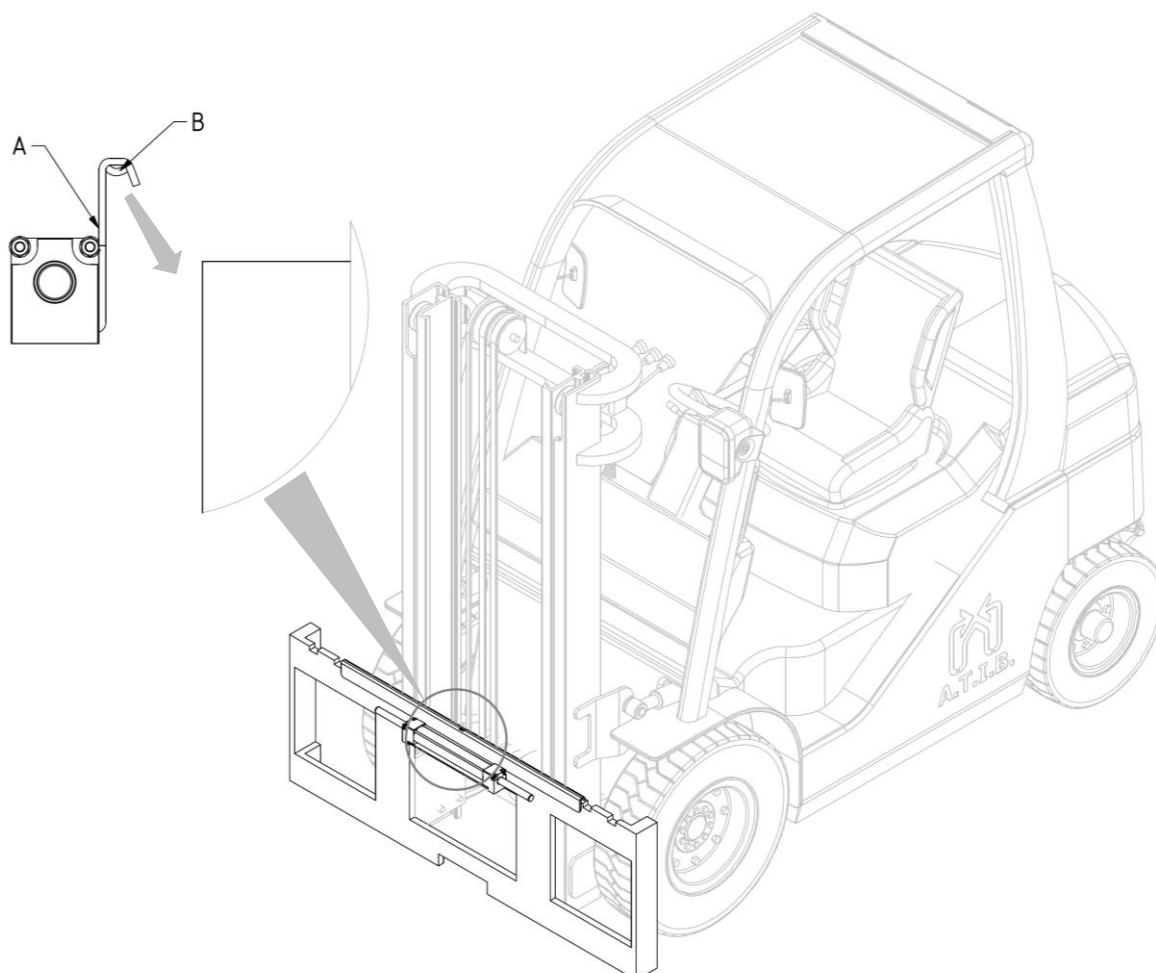

Figura 13
4. Prendere manualmente il doppio gancio **A** (con il relativo cilindro) e posizionarlo sul profilo superiore della piastra porta forche, avendo cura di incastrare il perno di centraggio **B** nella tacca centrale della stessa (vedi *Figura 13*).